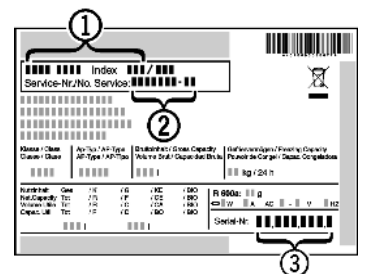

Fig. 18
- ▶ Apparaataanduiding Fig. 18 (1), service-nr. Fig. 18 (2) en serie-nr. Fig. 18 (3) van het typeplaatje aflezen. Het typeplaatje bevindt zich aan de linkerkant binnen in het apparaat.
- ▶ Contact opnemen met de Technische Dienst en het probleem, apparaataanduiding Fig. 18 (1), service-nr. Fig. 18 (2) en serie-nr. Fig. 18 (3) mededelen.